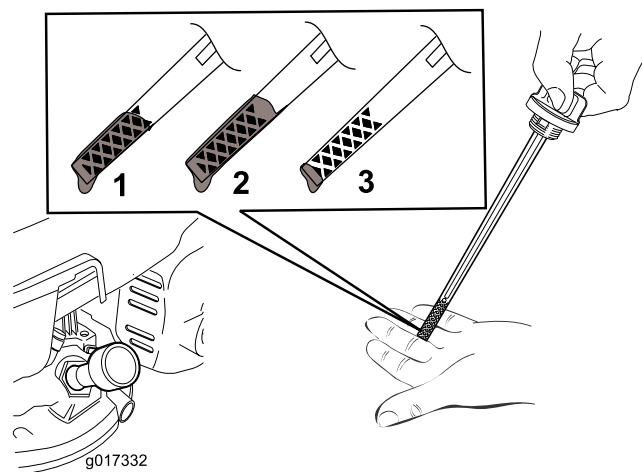

Figura 12
5. Para determinar el nivel de aceite correcto, consulte Figura 12.
Nota: Llene el cárter con aceite hasta que la varilla indique que el nivel del aceite del motor es correcto, según se muestra en Figura 12. Si usted llena demasiado el motor, vacíe el exceso de aceite según se indica en Cómo cambiar el aceite del motor \(página 16\).